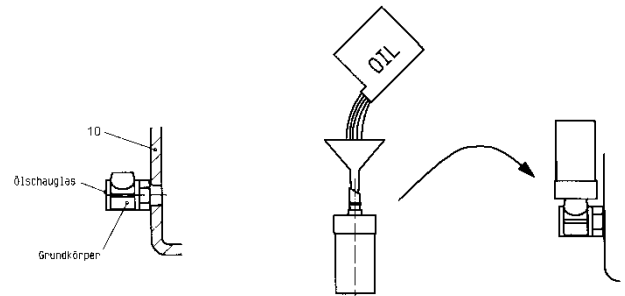

Bild 8
- Grundkörper in Lagerträger (10) bei Anschluss für Konstantlevelöler (ÖK) mittels PTFE-Dichtungsband eindichten. Dabei so weit drehen, dass der Gewindeanschluss für das Reservoir senkrecht nach oben zeigt (Bild 8).
- Ölfüllstopfen (FS) an Lagerträger-Oberseite herausziehen und so lange Öl in Anschlussöffnung füllen, bis der Ölspiegel bis knapp unter die Mitte des Ölschauglases im Grundkörper reicht.
- Mit Hilfe eines Trichters Öl in das gläserne Reservoir füllen (Bild 8).
- Gefülltes Reservoir in den Grundkörper hineinstecken und sofort von Hand bis zum Anschlag festschrauben (Bild 8).